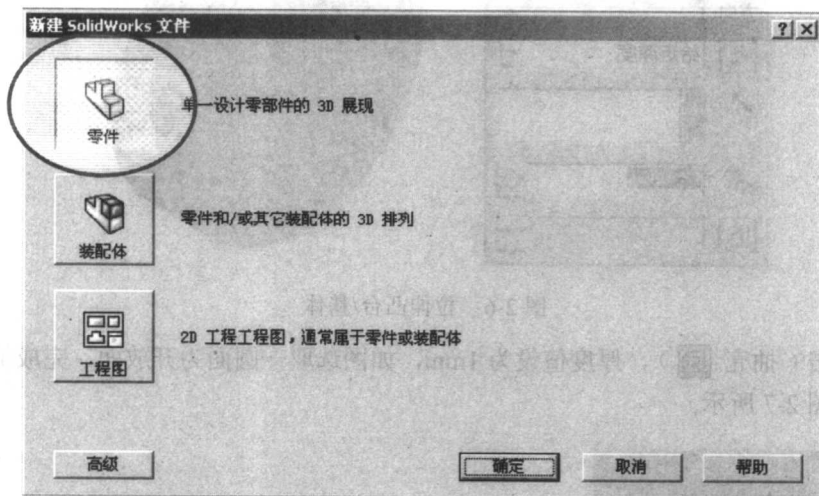

图 2-3 新建零件
**STEP 1** 进入 SolidWorks 系统, 选取 [零件] 选项, 点击 [确定] 按钮, 如图 2-3 所示。